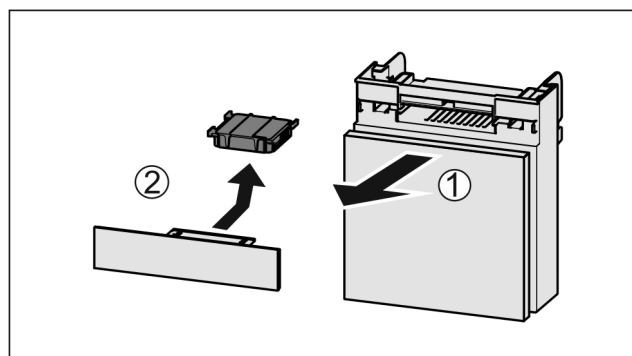

Fig. 234
- ▶ Вытянуть Fig. 234 (1) отделение движением вперед.
- ▶ Извлечение Fig. 234 (2) фильтра с активированным углем.